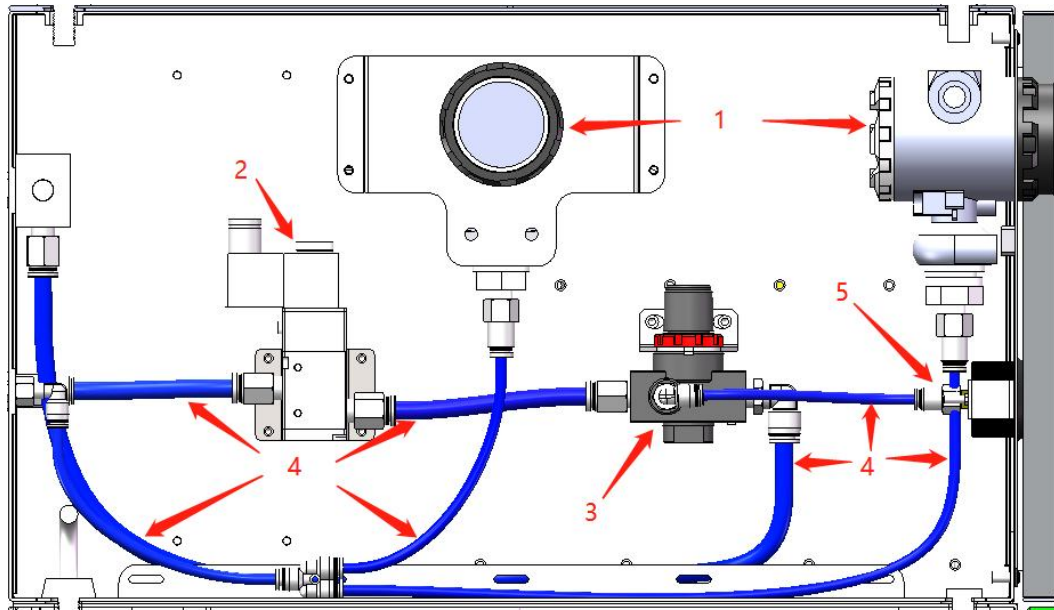

图 2-5 防爆电柜内部气路元器件布局
- 防爆电柜内部的气路结构、布局与接线如下图 2-5 所示：